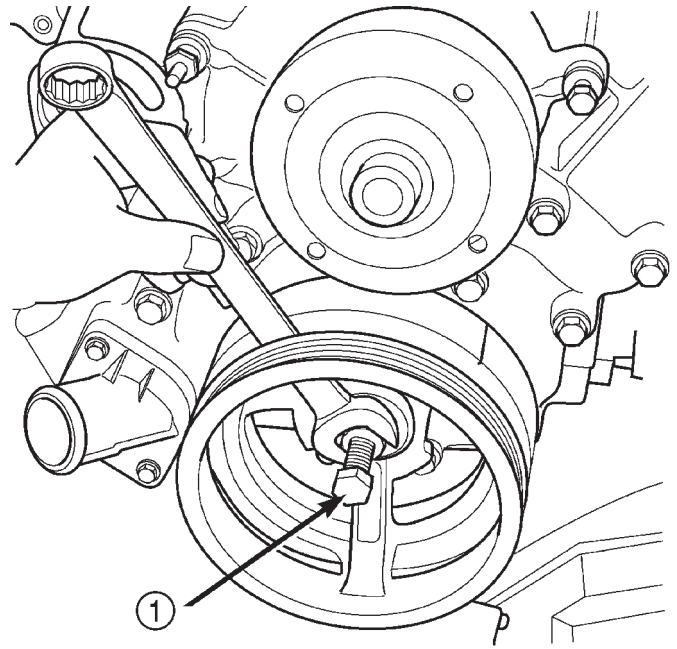

Abb. 122 Kurbelwellen-Schwingungsdämpfer einbauen
(3) Nut des Schwingungsdämpfers mit dem Keil in der Kurbelwelle ausrichten. Schwingungsdämpfer leicht auf die Kurbelwelle schieben.
(4) Mit Spezialwerkzeug 8512 den Schwingungsdämpfer auf die Kurbelwelle schieben (Abb. 122).
(5) Schraube des Kurbelwellen-Schwingungsdämpfers mit einem Anzugsmoment von 175 N·m (130 ft. lbs.) anbauen und festziehen.
(6) Kühlerabdeckung montieren und Befestigungsschrauben mit einem Anzugsmoment von 11 N·m (95 in. lbs.) festziehen.
(7) Steckverbinder für Lüfter anschließen.
(8) Lüfter und Viskokupplung anbringen.